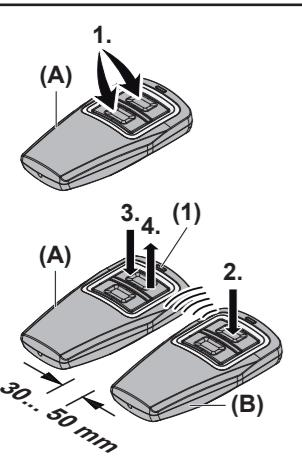

Fig. 3
5.3 Kopier en tastfunksjon (fig. 3)